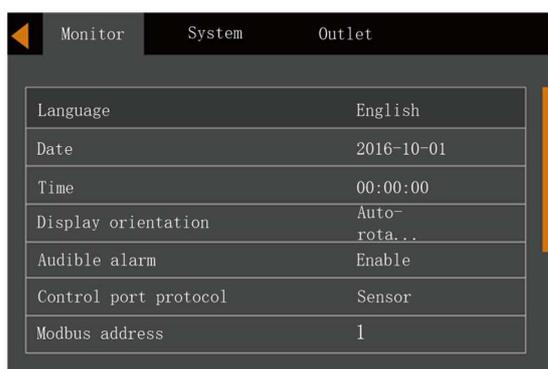

Figura 5-16 Selección de idioma
3. Pulse la tecla  para resaltar el idioma, véase la Figura 5-16.